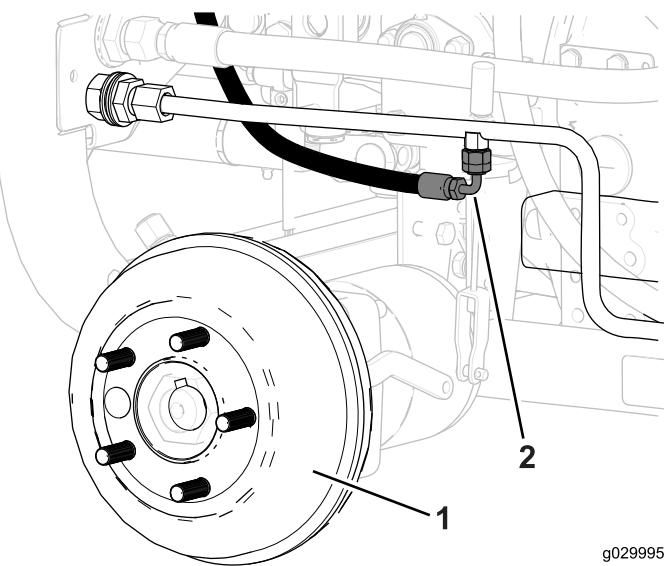

図16
2. 長い油圧ホースのフィッティング90度を、油圧ラインのフィッティングに接続する図16。